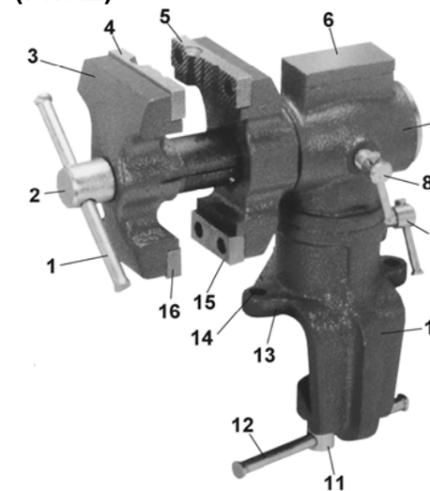

Рис. 2
5. УСТРОЙСТВО ТИСКОВ (Рис.2)
6. УСТАНОВКА ТИСКОВ, ЗАКРЕПЛЕНИЕ ЗАГОТОВКИ (Рис. 2)
7.3. Периодически смазывайте все сопрягаемые поверхности и резьбу ходового винта (2), Рис.2.